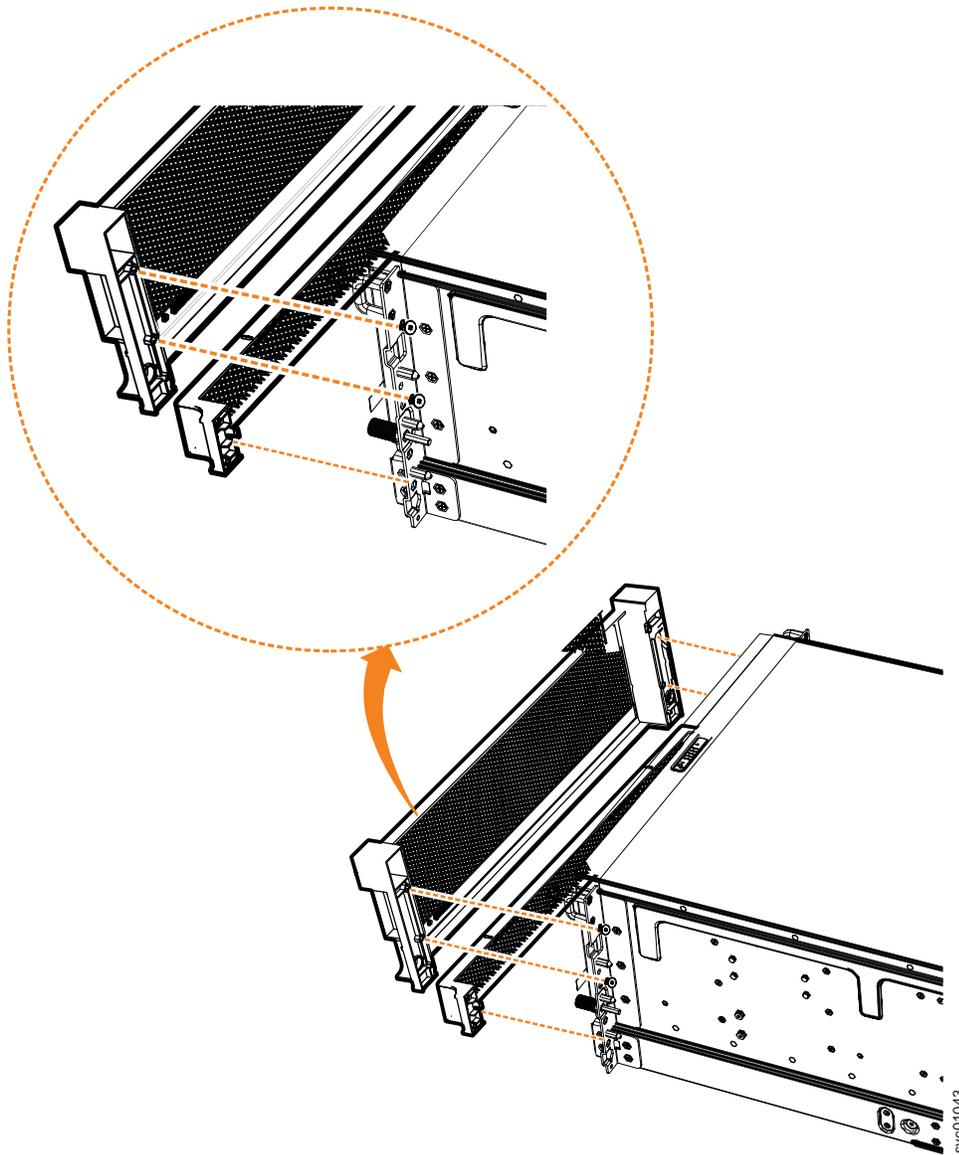

図 70. 拡張エンクロージャーからの鼻隠しコンポーネントの取り外し
2. 249 ページの図 70 に示すように、鼻隠しをシャーシの両側のフランジに固定している 2 本のねじを取り外して、前面鼻隠しを取り外します。
3. 図 70 に示すように、PSU 鼻隠しの両側を慎重に引いて、シャーシから取り外します。PSU 鼻隠しが、シャーシの両側に PSU 鼻隠しを結合しているスロットとピンから外れます。